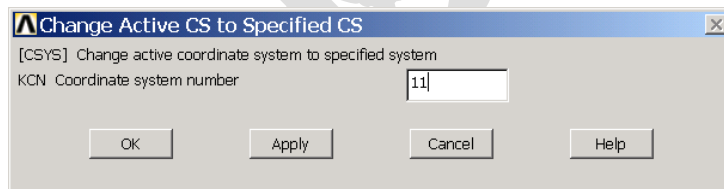

图2.8 激活局部坐标系
(1) 单击【Utility Menu】|【Workplane】|【Change active CS to】|【Specified Coord Sys】菜单，弹出如图 2.8 所示的对话框。